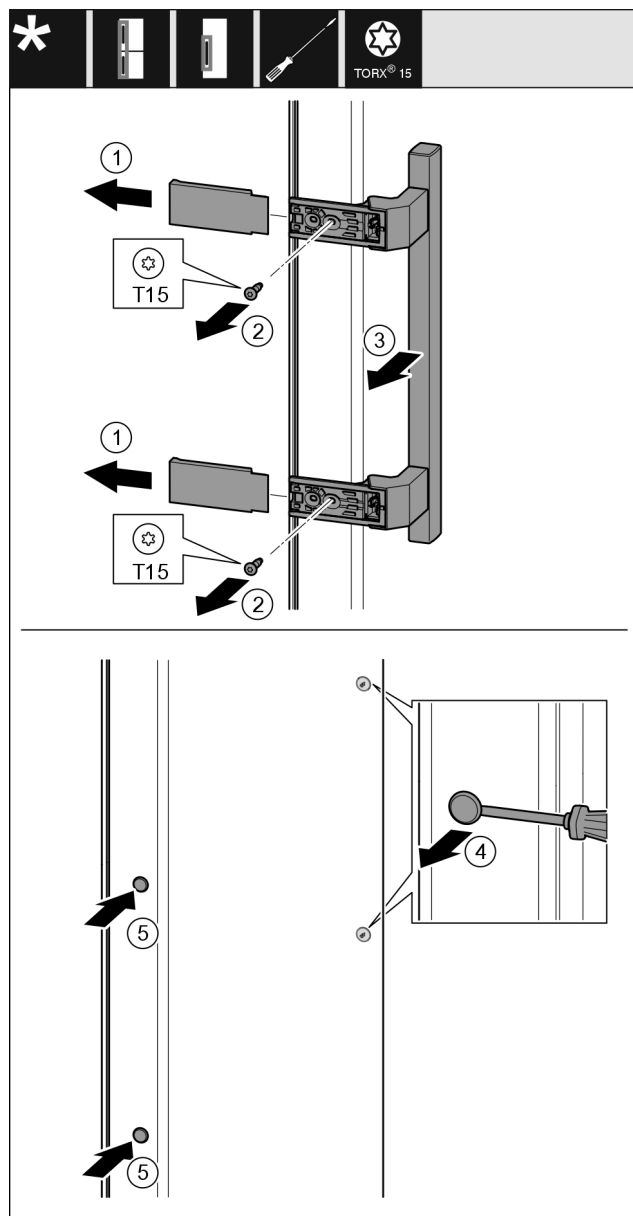

Fig. 42
- 拆下盖板 Fig. 42 (1)。
- 用螺丝刀将螺钉 Fig. 42 (2)旋开。
- 取下把手 Fig. 42 (3)。
- 用带槽螺丝刀小心地提起侧边的堵头 Fig. 42 (4)并将其拉出。
- 将堵头 Fig. 42 (5)重新放入另一个侧。